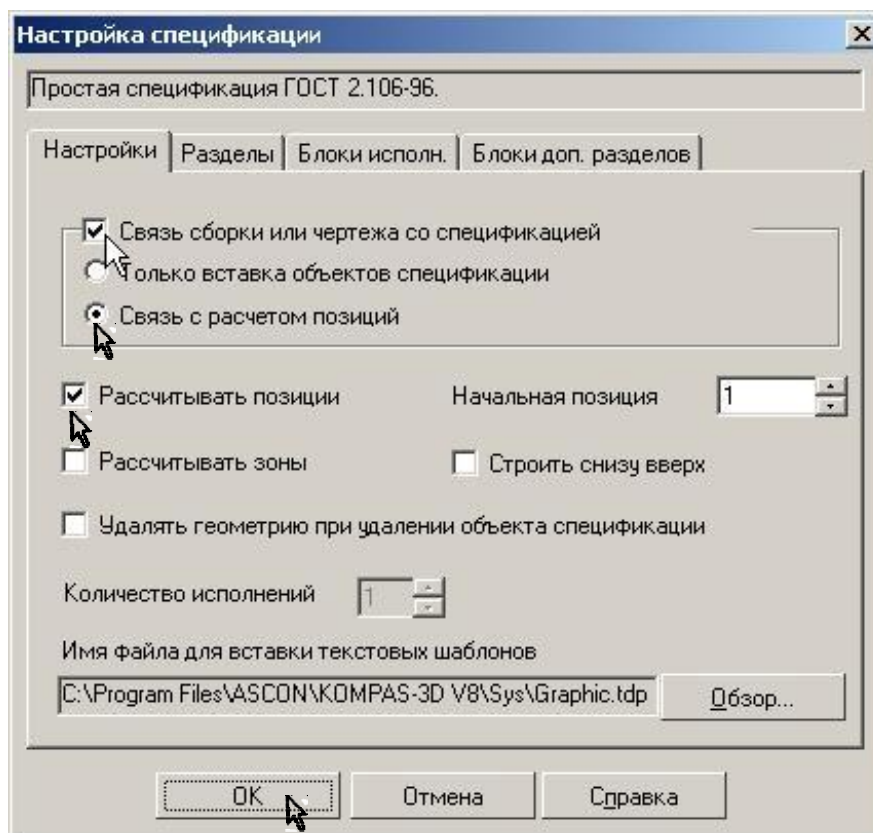

Рис. 29
2) Выполните команду **Формат – Настройка спецификации** или нажмите кнопку  на инструментальной панели. На экране появится диалоговое окно **Настройка спецификации**, рис. 29. Проверьте, включены ли команды **Связь сборки или чертежа со спецификацией**, **Связь с расчетом позиций** и **Рассчитывать позиции**.